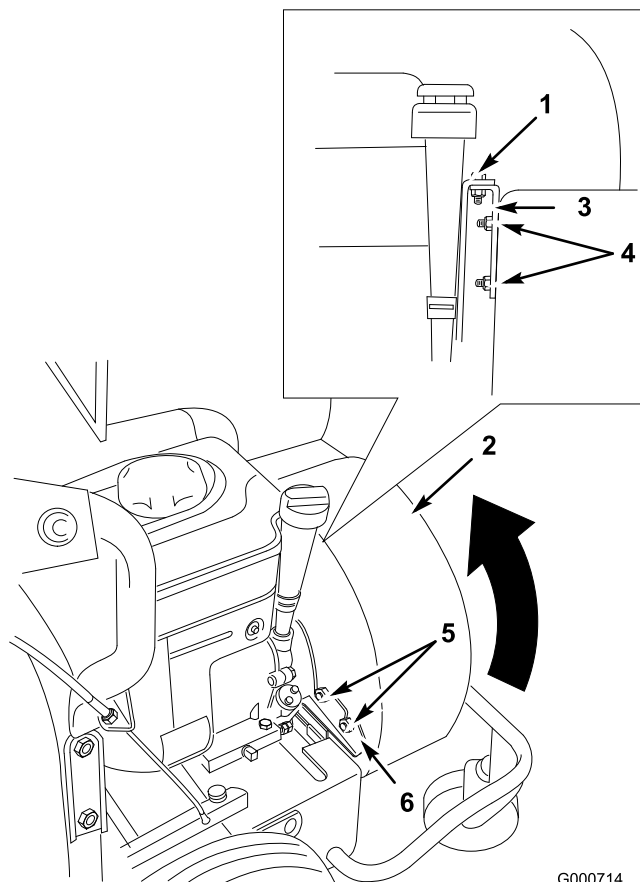

Figura 22
6. Retire el perno que fija el conjunto del soplador al soporte del motor (Figura 22).
7. Retire las 2 contratuercas que fijan el conjunto al soporte del motor, y retire el soporte (Figura 22).
9. Retire las 2 contratuercas que fijan el conjunto al soporte de estabilización (Figura 22).